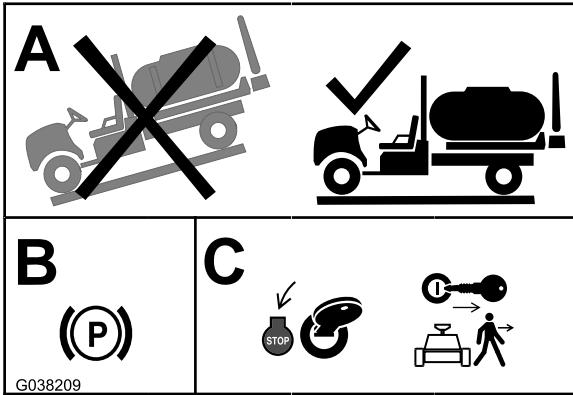

图1
1. 将机器移到水平地面上 图1。
2. 设定手刹 图1。
3. 关闭发动机并拔下钥匙 图1。